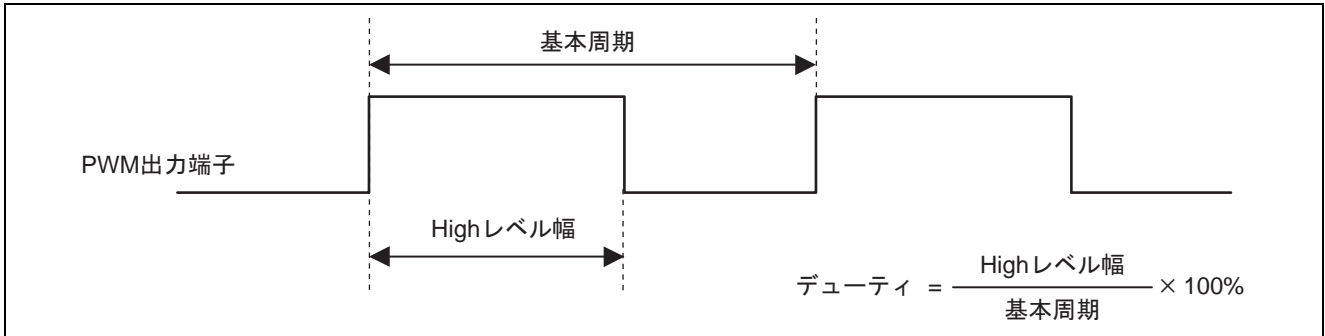

図 1 14 ビット PWM 機能によるデューティパルス出力
- 図 1 に示すように、14 ビット PWM 機能を使用して、PWM 出力端子からデューティパルスを出力します。